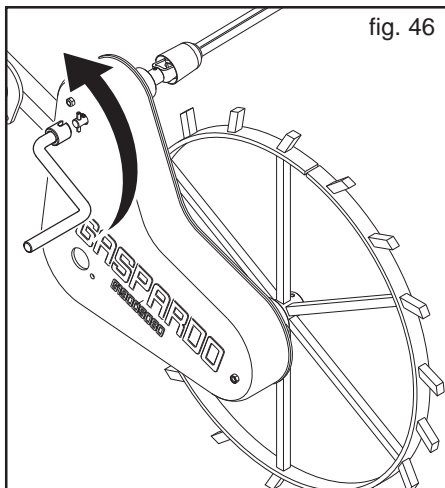

fig. 46
- 5) Introduire la manivelle de semis dans la boîte de transmission et faire tourner la manivelle dans le sens anti-horaire (Fig. 46), comme indiqué sur l'autocollant: 86 tours de manivelle correspondent à 1/10 d'hectare.